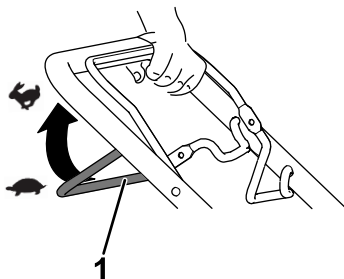

Figure 13
- Pour engager l'autopropulsion, serrez et maintenez la barre de commande d'autopropulsion contre le guidon (Figure 13).